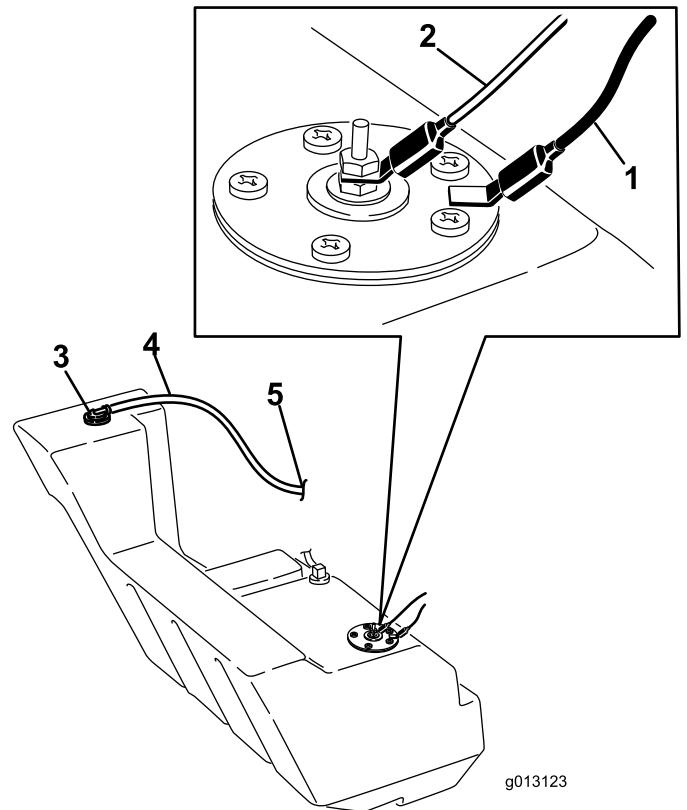

Figure 66
12. Débranchez les 2 fils reliés au côté droit du réservoir (Figure 66).
21. Sur le côté droit du réservoir, raccordez le fil orange à la borne centrale et le fil noir à la borne extérieure (Figure 66).